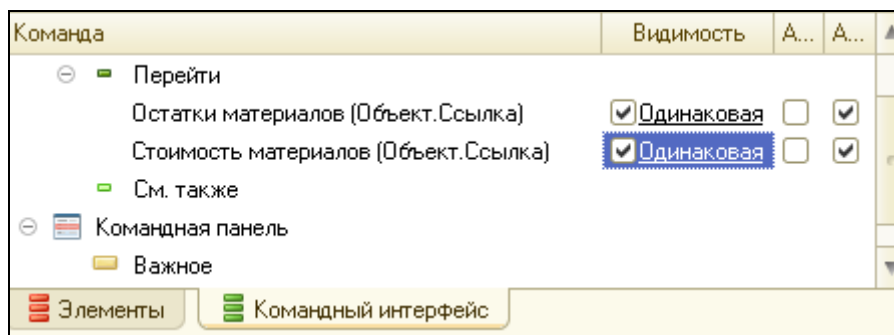

Рисунок 3.25 Видимость команды Стоимость материалов
8. Перейти к записям регистра. Открыть форму документа **Приходная-Накладная**. Перейти на закладку **Командный интерфейс**. В разделе Панель навигации раскрыть группу **Перейти**. Установить видимость команды **СтоимостьМатериалов** (рис. 3.25)